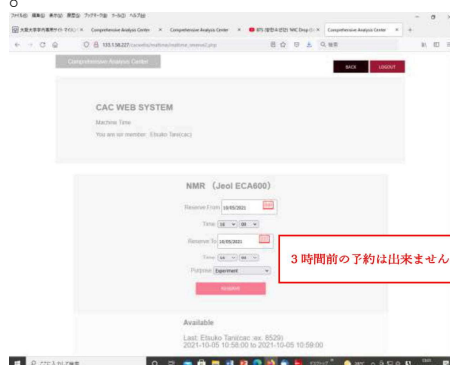

図11
①使用装置の「RS」 ボタンをクリックすると利用する日時と目的を入力する表示がされます。使用時間を選択して「RESERVE」 をクリックします。（図11）